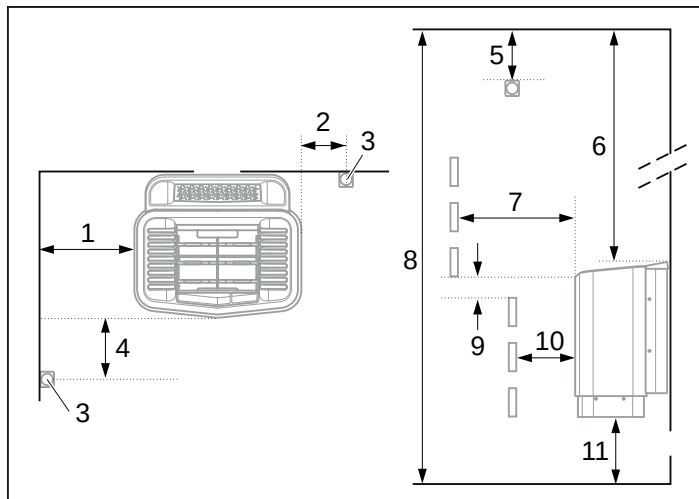
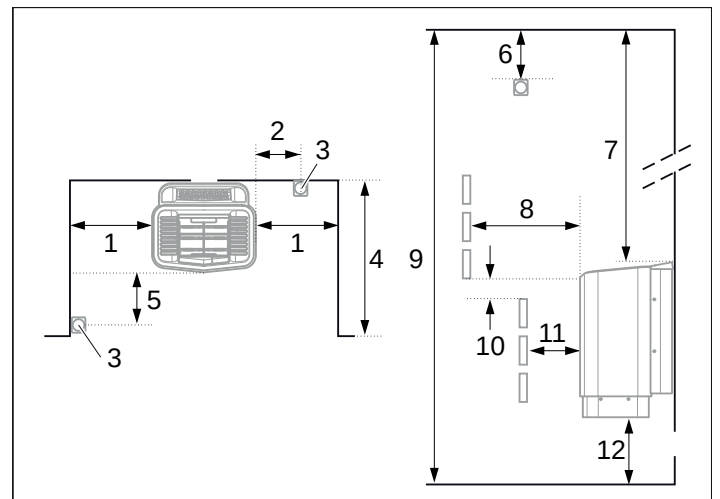

Рисунок 3: Позиционирование нагревателя - нормальная установка
Рисунок 5: Позиционирование нагревателя - установка в нише
- Спланируйте размещение датчика (см. Рисунок 3, страница 35, и Рисунок 5, страница 35).
- у той же стены, что и дверь (или у боковой стены, но как можно ближе к стене, в которой расположена дверь). Также возможно размещение нагревателя в нише (см. Рисунок 5).
- Установите устройство на безопасном расстоянии от пола, боковых стен и элементов интерьера (см. Рисунок 3).
Установите датчик, как показано на рисунке (см. Рисунок 3).
1. Установите устройство на безопасном расстоянии от пола, боковых стен и элементов интерьера (см. Рисунок 5).
2. Установите датчик, как показано на рисунке (см. Рисунок 5).